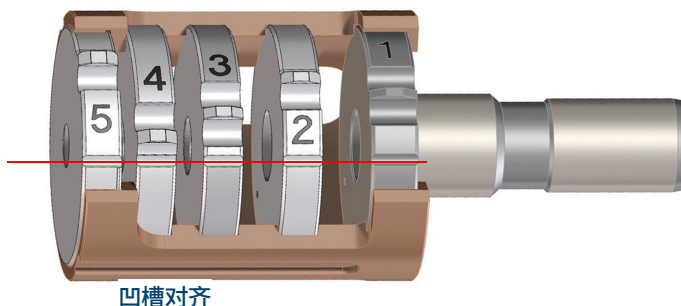

图 53 组装的 EI HES 透镜堆
- 1 在透镜绝缘体中组装 5 个透镜。（请参阅图 53（第 152 页）。）透镜编号已镌刻在每个透镜的外围。